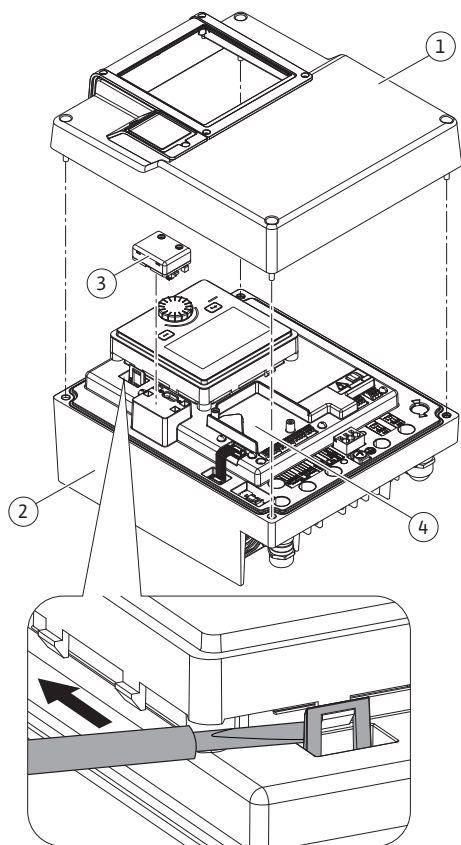
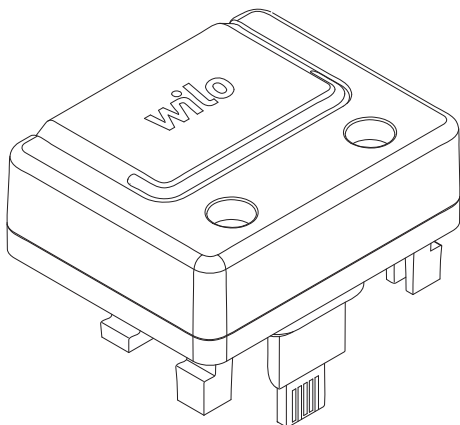

Fig. 25: Elektronikas modulis
Fig. 26: Wilo-Smart Connect modulis BT
1. Piesardzīgi atveriet fiksācijas āķus (Fig. 25) ar instrumentu (piem., skrūvgriezi).
Wilo-Smart Connect moduļa Bluetooth saskarne (Fig. 25, Pos. 3 un Fig. 26) paredzēta savienojuma izveidei ar mobilajām ierīcēm, piemēram, viedtālruni vai planšeti. Lietotnē Wilo-Assistant ir pieejama funkcija Wilo-Smart Connect. Izmantojot funkciju Wilo-Smart Connect, sūkņi var vadīt, iestatīt, kā arī nolasīt tā datus. Iestatījumus skatīt nodaļā „Ekspluatācijas uzsākšana“ [► 47].
1. Atskrūvējiet četras elektronikas moduļa augšējās daļas skrūves (Fig. 25, 1. poz.; Fig. 1, 2. poz.).
3. Iespraidiet Wilo-Smart Connect moduli BT tam paredzētajā saskarnē Wilo-Connectivity Interface. Skat. Fig. 25, 3. poz.
CIF moduļi (piederumi) kalpo komunikācijai starp sūkņiem un ēku vadības tehniku. CIF moduļi tiek uzsprauti uz elektronikas moduļa (Fig. 25, 4. poz.)